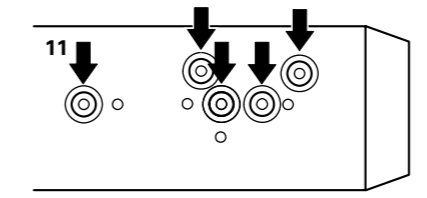
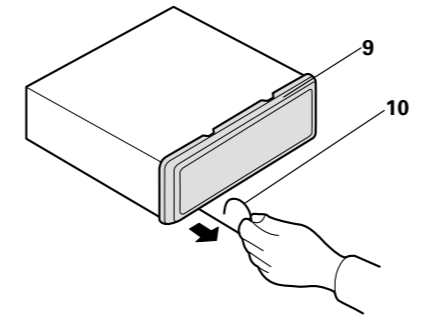
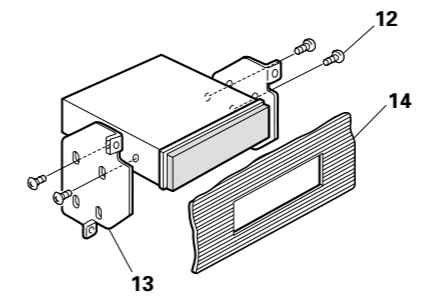

Fig. 7
Fig. 6
Fig. 8
**DIN Rear-mount****Installation using the screw holes on the side of the unit (Fig. 6) (Fig. 7) (Fig. 8)****1. Remove the frame.**
**Montaje trasero DIN****Instalación usando los agujeros para tornillos ubicados en ambos costados de la unidad (Fig. 6) (Fig. 7) (Fig. 8)****1. Quite el marco.**